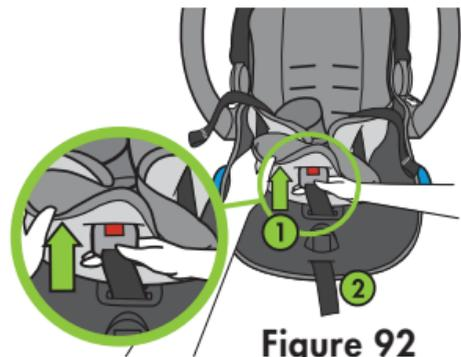

Figure 92
Poussez la sangle d'entrejambe vers le haut à travers l'ouverture de la coquille (1) et faites passer la sangle de réglage à travers la fente avant du porte-bébé dans la housse du porte-bébé (2), comme illustré à la **Figure 92**.